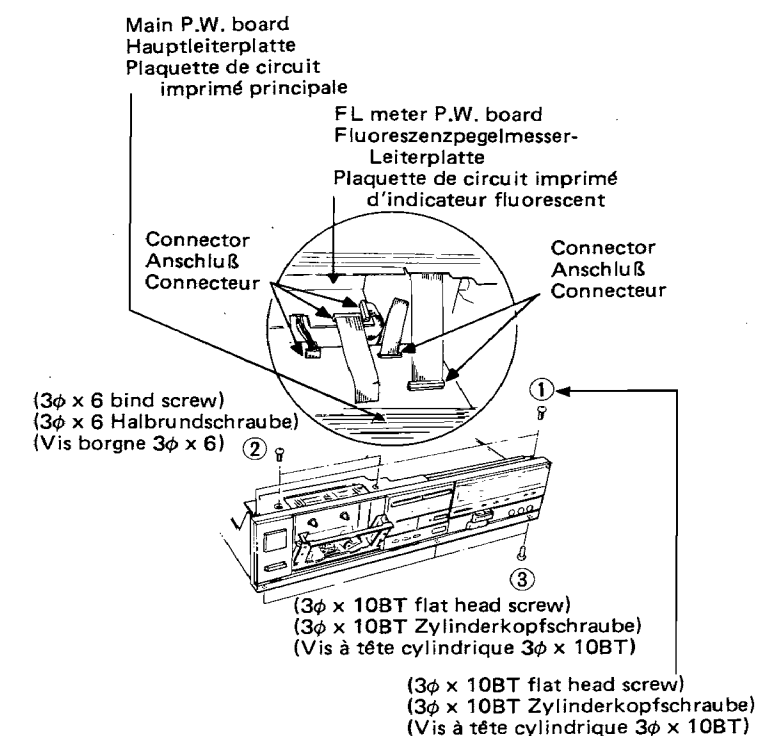

Fig. 2 Abb. 2
2. Front panel (Fig. 2)
2. Fronttafel (Abb. 2)
2. Panneau avant (Fig. 2)